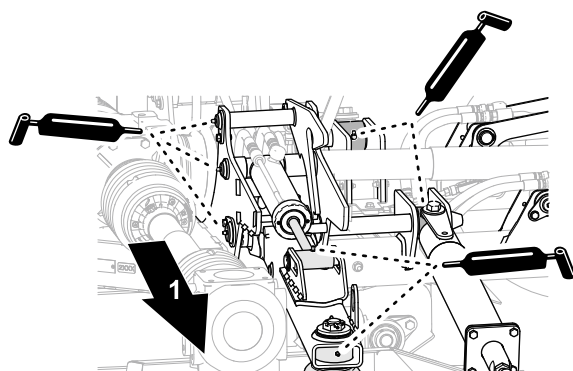

図 52
- 左右の刈り込みデッキの、昇降アーム、油圧シリンダ、ラッチ、インパクトストラットに所定のグリスを注入する 図 52。